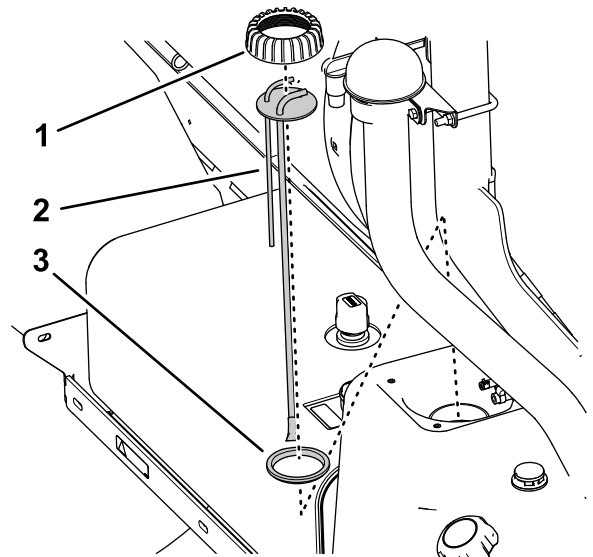

Figura 77
- Rode a tampa da coluna de alimentação no sentido contrário ao dos ponteiros do relógio para retirar a tampa (Figura 77).
- Levante o conjunto da coluna de alimentação do depósito de combustível (Figura 77).
- Monte a tampa da coluna de alimentação por cima da coluna de alimentação e a coluna de alimentação no vedante (Figura 77).
- Alinhe a tampa, coluna de alimentação e vedante no depósito e insira, cuidadosamente, o novo conjunto da coluna de alimentação no depósito de combustível (Figura 77).
- Enrosque a tampa no tubo do depósito de combustível e aperte bem a tampa à mão (Figura 77).